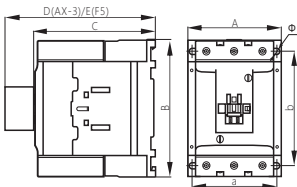

图1 NC7-115~170系列交流接触器外形与安装示意
2.1 NC7-115~170系列交流接触器安装尺寸与外形尺寸，见图1及表2，型号规格重量见箱贴。